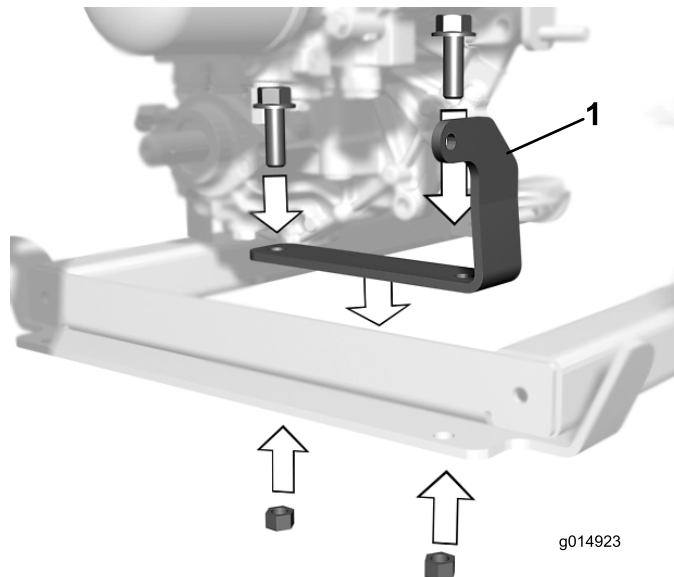

図 2
3. フレームに、シリンダ取り付けプレートを固定する； 1/2 x 1-1/2 インチのフランジ・ヘッドねじ（2本）と先ほど外したナットを利用する（図 2）。